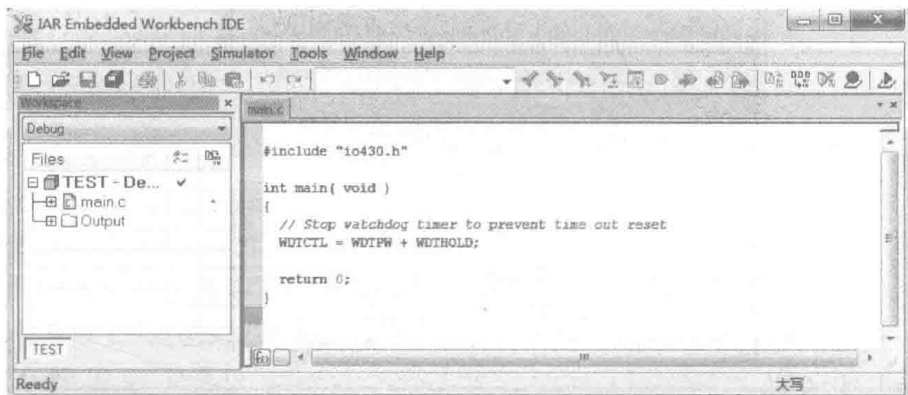

图 1-10 TEST_Debug 新工程
(4) 单击“OK”按钮，弹出另存为对话框，为新工程起名 TEST。
(5) 单击保存按钮，将其保存在 TEST 文件夹。在工程项目浏览区，会出现 TEST_Debug 新工程，如图 1-10 所示。